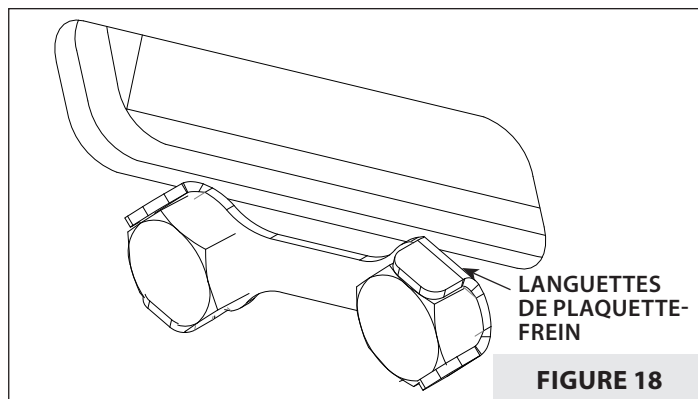

FIGURE 18
1. Pour démonter les fléaux, déplier d'abord les languettes de plaquette-frein de façon à dégager la tête hexagonale des vis de fixation des fléaux. Retirer la vis. **VOIR FIGURES 18 ET 19** (page suivante).
- Plier les languettes de la plaquette-frein de façon à bloquer la vis et empêcher sa rotation. Les languettes doivent appuyer à plat sur une face de la tête de vis. **VOIR FIGURE 18.**
- Plier les languettes de la plaquette-frein de façon à empêcher la rotation de la vis. Les languettes doivent appuyer à plat sur une face de la tête de vis. **VOIR FIGURE 18.**